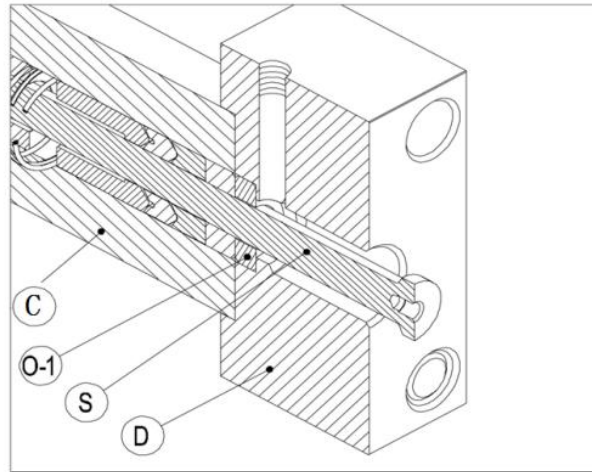

图 20
2) 一只手捂住弹簧压板 ( K )，防止它从填料函 ( C ) 里滑出来，另一只手拿着填料函的把手，使柱塞后部穿过填料函压板 ( D )，装进填料函并使填料函后部与压板的子口处定位。(见图 20)